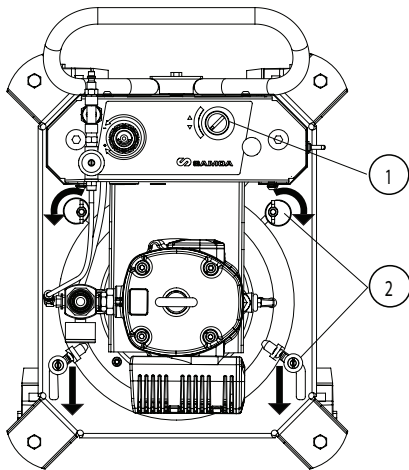

Fig. 6
- Selecione a posição "up" em o comando do elevador (pos. 1) (Fig. 6), para conseguir que tanto a bomba como o prato cheguem à parte superior.
- Abra os grampos de fixação do tambor (2) (Fig. 6).
- Selecione a posição "off" no comando do elevador (1) (Fig. 6). Prato e bomba baixarão pelo seu próprio peso.
- Feche as grampos de fixação do tambor (2) (Fig. 6).